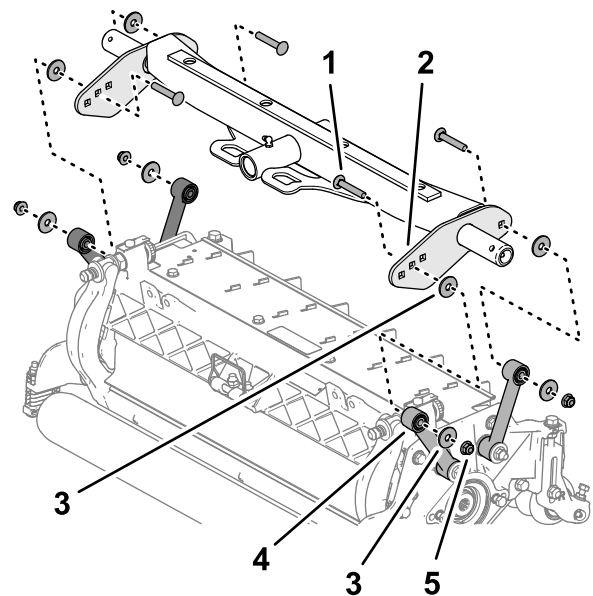

Figure 18
- Placez une rondelle entre la plaque du bâti porteur et la biellette (Figure 18), et fixez légèrement les plaques et l'entretoise avec un boulon de carrosserie ($\frac{3}{8}$ " x $2\frac{1}{4}$ "), une rondelle et un contre-écrou à embase ($\frac{3}{8}$ ").